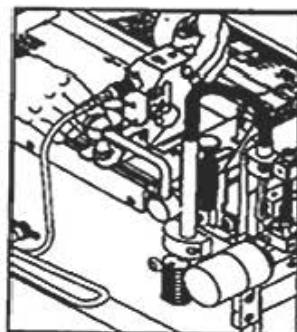

Figura 3
- 5 - Ajuste o sensor através do parafuso do guia para que a luz fique no centro da marca (Figura 3)